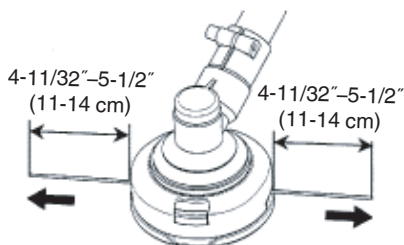

Fig. 31
(7) La longueur initiale du fil de coupe devrait être d'environ 4-11/32"-5-1/2" (11 à 14 cm), égale des deux côtés. (Fig. 31)